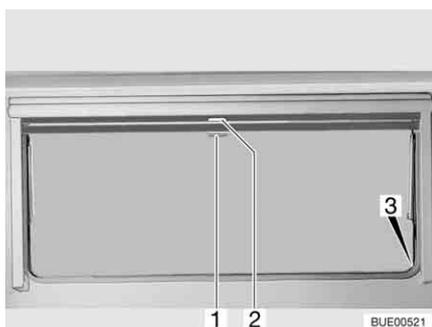

Bild 87 Ausstellfenster
- Verdunklungsrollo am Griff (Bild 87,2) nach unten ziehen. Wenn das Verdunklungsrollo ganz geschlossen wird, das Verdunklungsrollo auf beiden Seiten am Fensterrahmen in die Arretierung (Bild 87,3) einhängen.
- Wenn das Verdunklungsrollo vollständig geschlossen ist: Den Griff (Bild 87,2) nach unten drücken und den Griff dabei leicht nach innen ziehen. Das Verdunklungsrollo aus den Arretierungen links und rechts am Fensterrahmen aushängen.
- Wenn sich das Verdunklungsrollo in Zwischenposition befindet: Den Griff (Bild 87,2) leicht nach unten ziehen, bis sich die Arretierung gelöst hat.
- Insektenschutzrollo am Griff (Bild 87,1) nach unten ziehen und auf beiden Seiten am Fensterrahmen in die Arretierung (Bild 87,3) einhängen.
- Griff (Bild 87,1) nach unten drücken und den Griff dabei leicht nach innen ziehen. Das Insektenschutzrollo aus den Arretierungen links und rechts am Fensterrahmen aushängen.